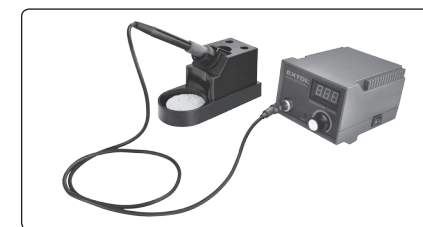

Abb. 4
- Platzieren Sie den Ständer zur Ablage (zum Einschieben) der Lötspistole in die Nähe des Arbeitsplatzes für leichte Zugänglichkeit. Stecken Sie die Lötspistole mit der Spitze in den Ständer (siehe Abb. 4).